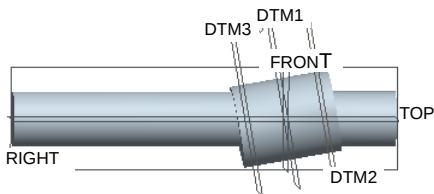
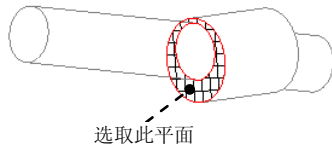

图 5.33.12 创建 DTM3
图 5.33.13 选取平面
Step7. 创建图 5.33.12 所示的基准平面 DTM3。单击“创建基准平面”按钮 $\square$ ；在模型中选取图 5.33.13 所示的平面，设置为“偏移”；在“平移”文本框中输入值 2.0。